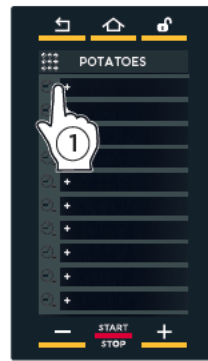
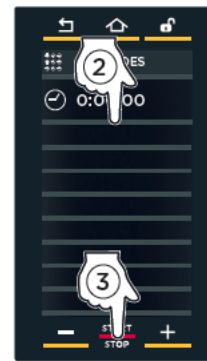

fig. M8
fig. M9
- ① Ta på symbolet “+” på skjermbildet (fig. M8).
- ② Dra markøren eller bruk knappene **-** **+** for å angi ønsket verdi.
- ③ Bekreft ved å trykke på tasten “START/STOP” (fig. M9).